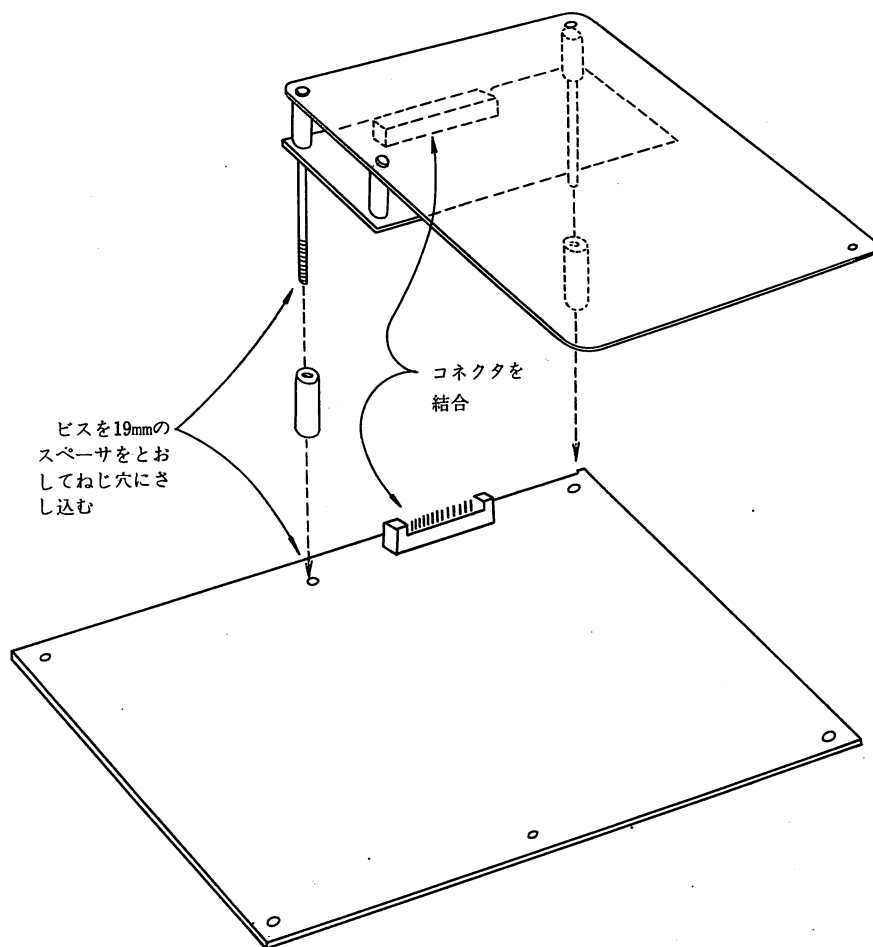

図 8.1 結合図 (1)
4.1 項で仮止めした2個の 55 mm ビスのナットをはずし、12 mm のスペーサをはずして図 8.1 のように 19 mm のスペーサをはさんでベーシックボードのビス穴に通します。そして両方のビスが通っていることを確認してコネクタを結合します。